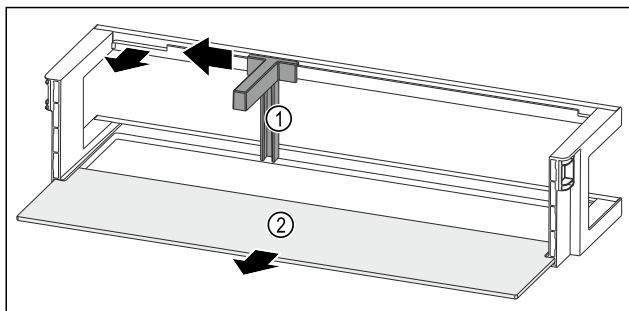

Fig. 51 Półka w drzwiach z uchwytem butelek i półką
- ▶ Przesunąć uchwyt butelek Fig. 51 (1) na bok do zagłębienia.
- ▶ Wyjąć uchwyt butelek Fig. 51 (1).
- ▶ Wyjąć półkę Fig. 51 (2).